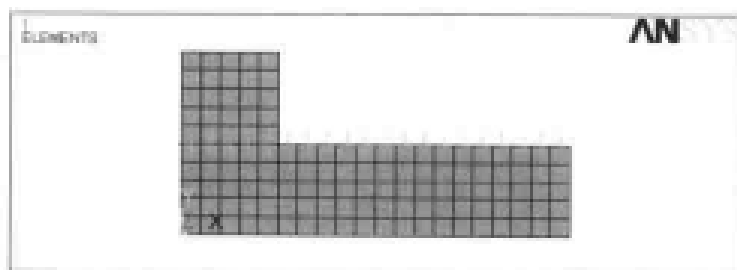

图 13-169 生成的有限元模型结果显示
(15) 选择 Utility Menu | Select | Everything 命令，选择所有实体。
(16) 选择 Utility Menu | Plot | Elements 命令，ANSYS 显示窗口将显示所生成的有限元模型，如图 13-169 所示。